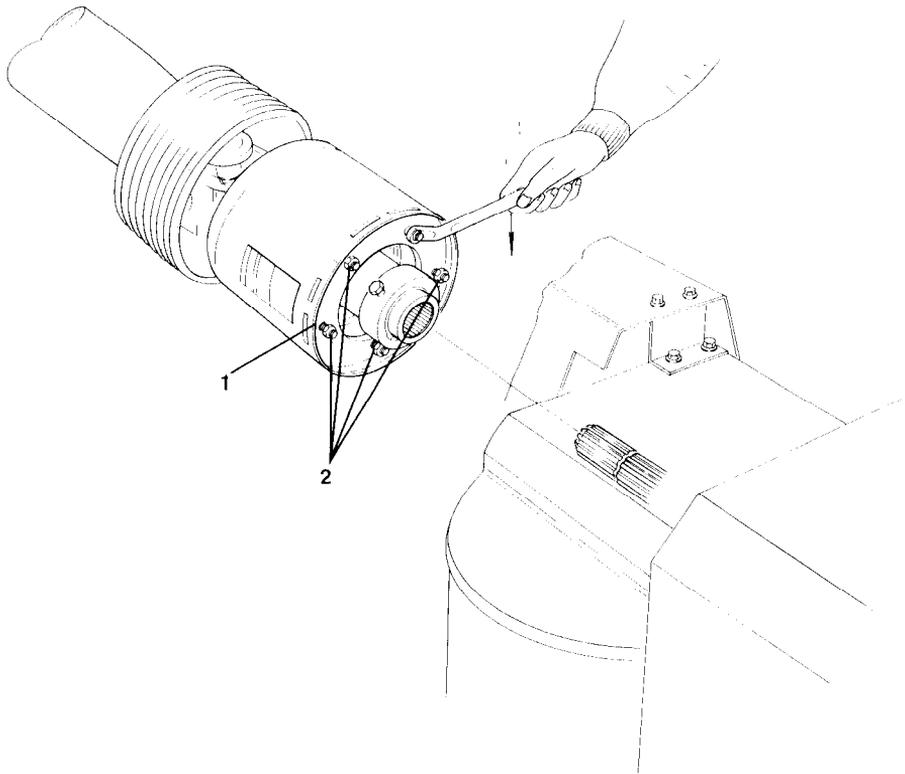

Fig. 14
Beim Blockieren des Kreiselgrubbers (-egge) durch Steine oder andere Fremdkörper zwischen den Zinken verhindert die Reibkupplung EK 96/4 (Fig. 14/1) Schäden an den Getriebeelementen.
2. Muttern (Fig. 14/2) bis zum Anschlag anziehen. Hierdurch werden die Reibscheiben entlastet.
5. Muttern (Fig. 14/2) wieder soweit zurückdrehen, daß ca. 5 mm Luft zwischen den Muttern und der Scheibe ist.